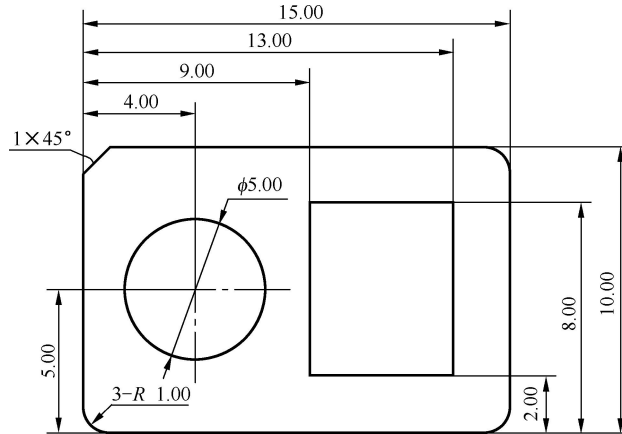

图 8-30 线切割加工零件
1. 现有  $30 \times 50 \times 10 \text{mm}$  的钢块，用此钢块为坯料加工出图 8-30 所示的零件。请详细介绍用线切割加工出此零件的过程。设电极丝的直径为  $0.18 \text{mm}$ 。